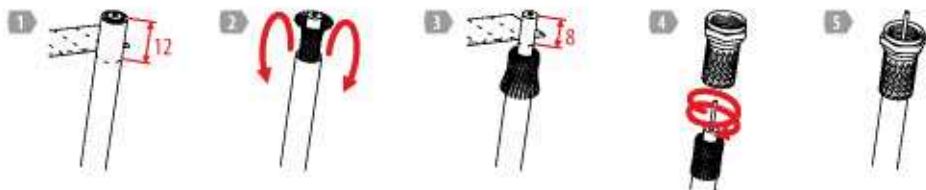

Рис.5 Разделка коаксиального кабеля и установка F-разъема
6.5 Присоедините коаксиальный кабель к F-разъему усилителя антенны. В случае использования кабеля большей длины, разделайте его и установите F-разъем как показано на рис.5. После подключения произведите гидроизоляция разъема с помощью ПВХ-изоляции и нейтрального герметика.